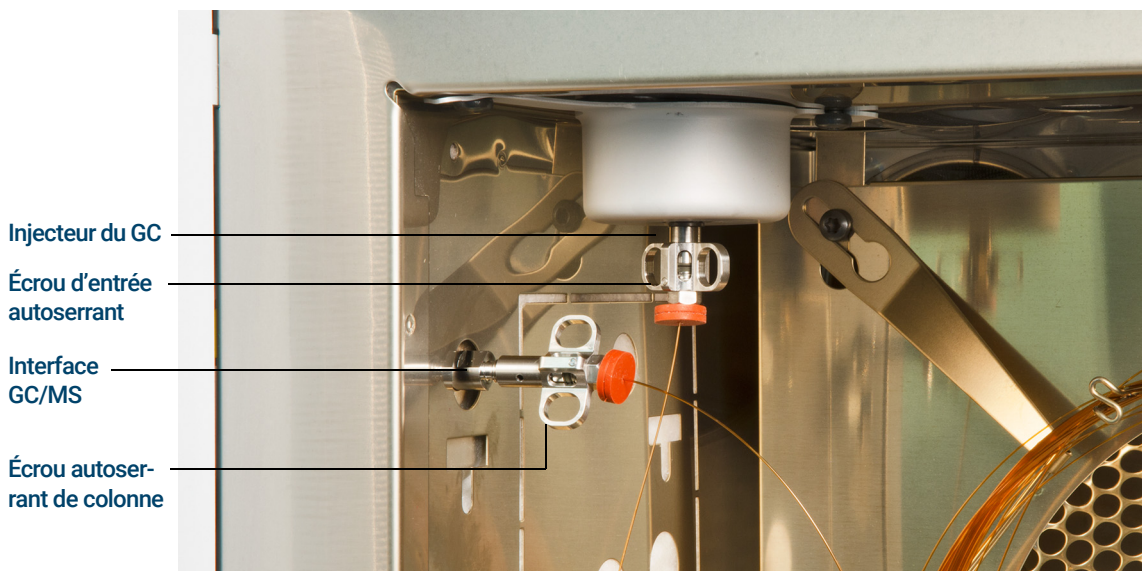

Figure 6. Installation d'une colonne capillaire dans l'interface GC/MS
- 11 Serrer l'écrou à la main. (Voir **Figure 6.**) S'assurer que la position de la colonne ne change pas lors du serrage de l'écrou.